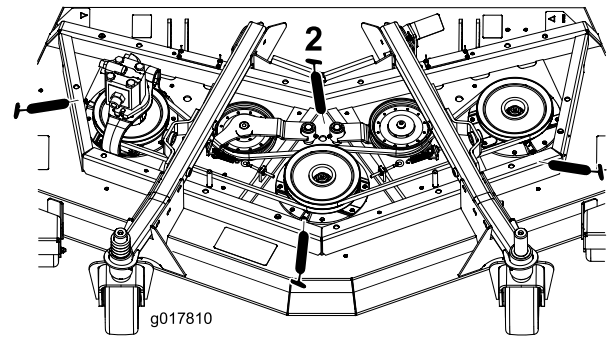

Bild 78
- Drei Spindelwellenlager (unter der Riemenscheibe) (Bild 78)
- Zwei Spannarm-Drehbüchsen (Bild 78)